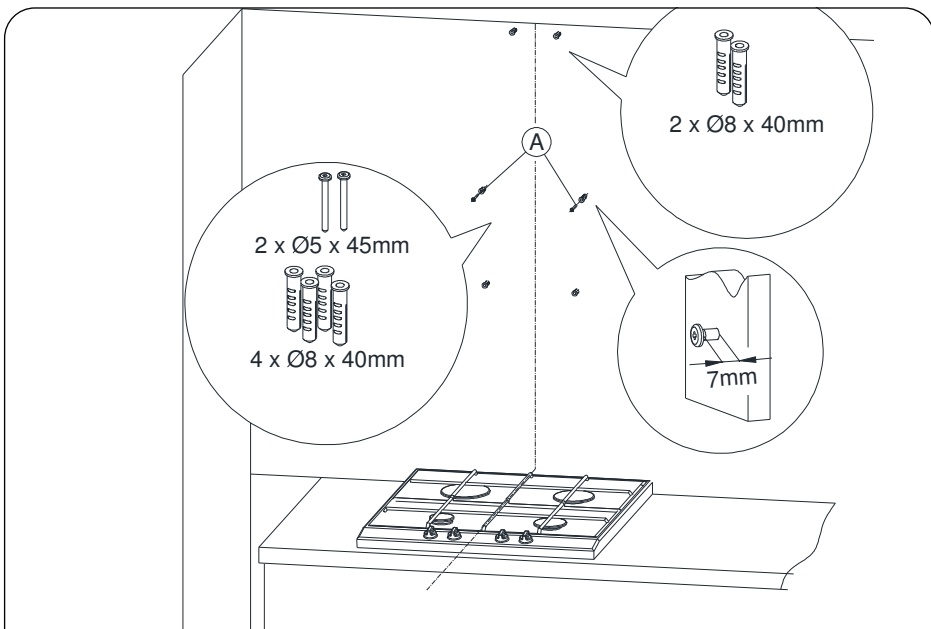

Abb. 5 Montage der Dübel
2. Setzen Sie die Dübel in die gebohrten Löcher ein. Schieben Sie auch in die beiden mit A gekennzeichneten Löcher Schrauben, wobei die Schraube 7 mm über den Dübel hinausragen sollte (Abb. 5).